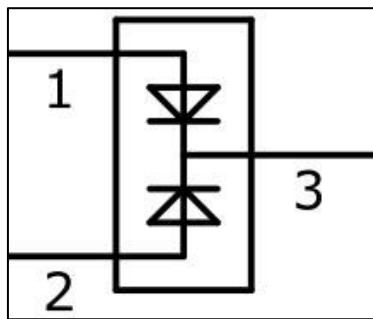

图 43-4 双二极管结构
- 在图中备份域电路的左侧有一个电源开关结构，它的功能类似图 43-4 中的双二极管，在它的上方连接了 VBAT 电源，下方连接了 VDD 主电源(一般为 3.3V)，右侧引出到备份域电路中。当 VDD 主电源存在时，由于 VDD 电压较高，备份域电路通过 VDD 供电，当 VDD 掉电时，备份域电路由纽扣电池通过 VBAT 供电，保证电路能持续运行，从而可利用它保留关键数据。